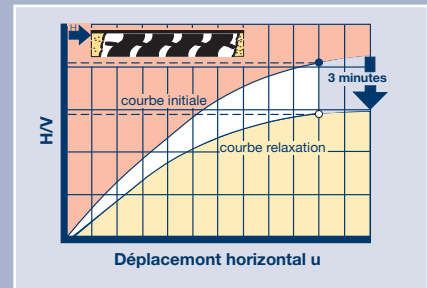

Figure 6: Résistance transversale du Cigular® en fonction du déplacement horizontal pour une contrainte verticale de 1,1 N/mm²
- Le ratio H/V est égal à zéro au début du mouvement horizontal (Figure 6). La friction statique qui provoque une résistance au cisaillement avec les appuis glissants n'a pas besoin d'être prise en compte